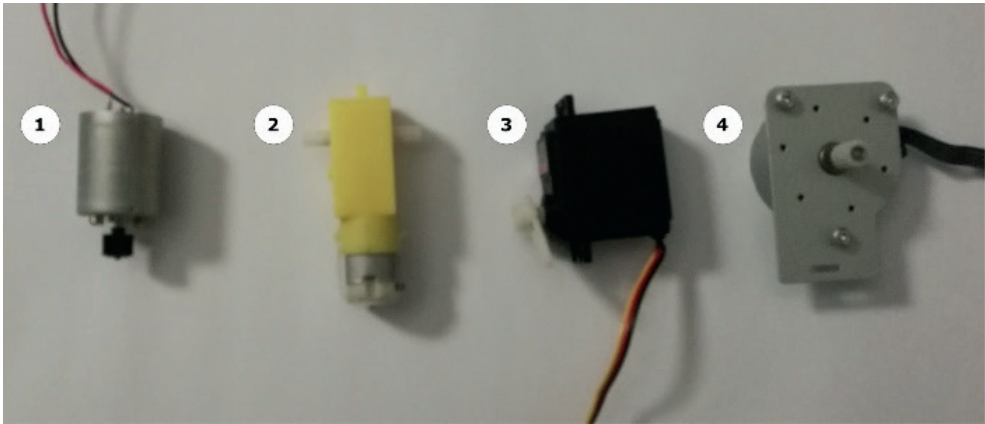

Рис. 2.4. Различные типы двигателей – электродвигатель постоянного тока, редукторный двигатель постоянного тока, серводвигатель и шаговый двигатель
1. Электродвигатель постоянного тока (ДПТ): наиболее простой тип двигателя, применяющийся в робототехнике. Также он может составлять основу редукторных двигателей. Принцип работы ДПТ заключается в преобразовании протекающего через двигатель **постоянного тока** в механическую энергию. Это означает, что его можно привести в действие путем подачи напряжения определенной полярности. Частота вращения двигателя пропорциональна проходящему через него напряжению и крутящему моменту, необходимому для движения. ДПТ без редуктора, представленный на рис. 2.4, может вращаться слишком быстро, ввиду чего он может не развить достаточный крутящий момент и остановиться.
5. **Бесколлекторный (бесщеточный) двигатель:** не представлен на рис. 2.4. Такие двигатели управляются специализированными контроллерами и могут развивать высокую частоту вращения и крутящий момент. Они работают довольно тихо и часто применяются в дронах. Однако, ввиду того что бесколлекторный двигатель не может заменить редукторный ДПТ, дополнительно может потребоваться редуктор.